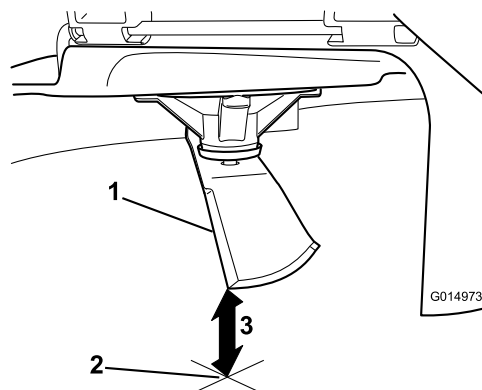

Рисунок 66
3. Измерьте расстояние от конца ножа до плоской поверхности (Рисунок 66).